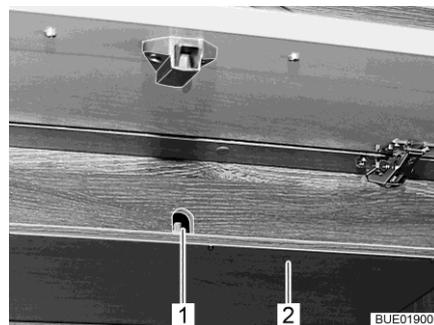

Fig. 195 Sportello sull'armadietto pensile
- Rimuovere la copertura (Fig. 195,2) sotto l'apertura di accesso (Fig. 195,1) della manovella.